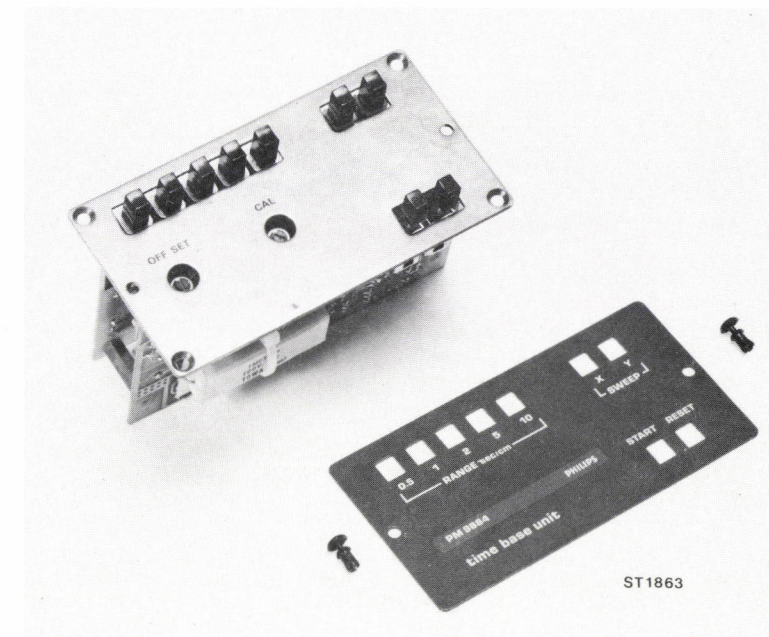

Fig. 7.
10. UNITE DE BASE DE TEMPS PM 9884 (Fig. 7)